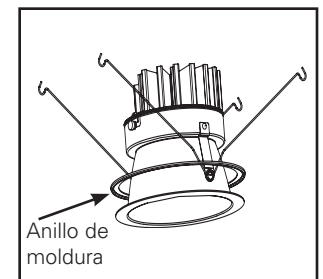

Figura 32.
4. El anillo de la moldura (opcional) debe colocarse por encima del reflector, de modo que quede apoyado entre la brida del reflector y el techo cuando esté instalado (Figura 32).